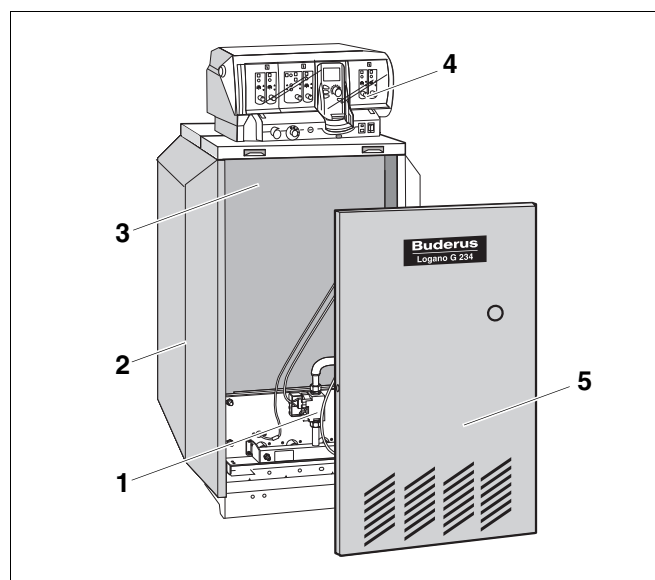

Рис. 1 Специальный газовый отопительный котел Logano G234 WS
Специальный газовый отопительный котел Logano G234 WS (рис. 1) оснащен на заводе газовой горелкой и системой управления.
- Котловой блок с теплоизоляцией (рис. 1, **поз. 3**) и газовой горелкой (рис. 1, **поз. 1**).
- Обшивка (Рис. 1, **поз. 2**) и передняя стенка котла (рис. 1, **поз. 5**).